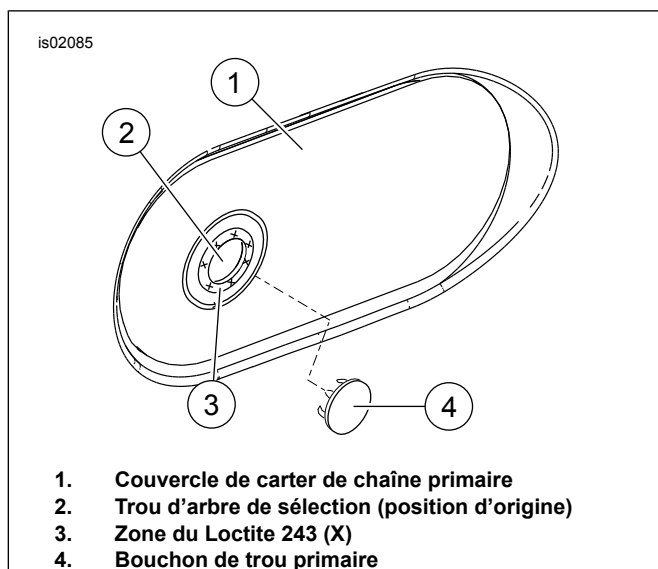

Figure 3. Installation du bouchon de couvercle extérieur
- Voir Figure 3. Nettoyer la zone autour du trou du couvercle primaire (2) en retirant toutes les impuretés, l'huile et la graisse. Enduire de Loctite 243 (pièce Harley-Davidson numéro 99642-97) le pourtour de l'ouverture (3). Introduire le bouchon de trou primaire (4) dans l'ouverture. Retirer tout excédant d'adhésif de la surface. Laisser le Loctite durcir pendant 24 heures avant d'utiliser le véhicule.